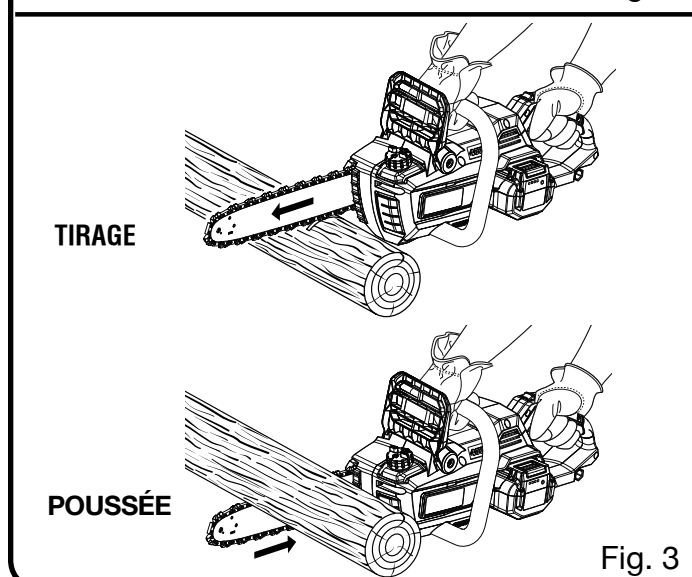

Fig. 3
- Poussée et tirage – La force de réaction s'exerce toujours dans le sens opposé à la rotation de la chaîne, au point de contact avec le bois. Par conséquent, l'opérateur doit être prêt à contrôler la TIRAGE lorsque la coupe est effectuée avec le bas du guide et la POUSSÉE lorsque la coupe est effectuée avec le haut du guide. *Voir la figure 3.*